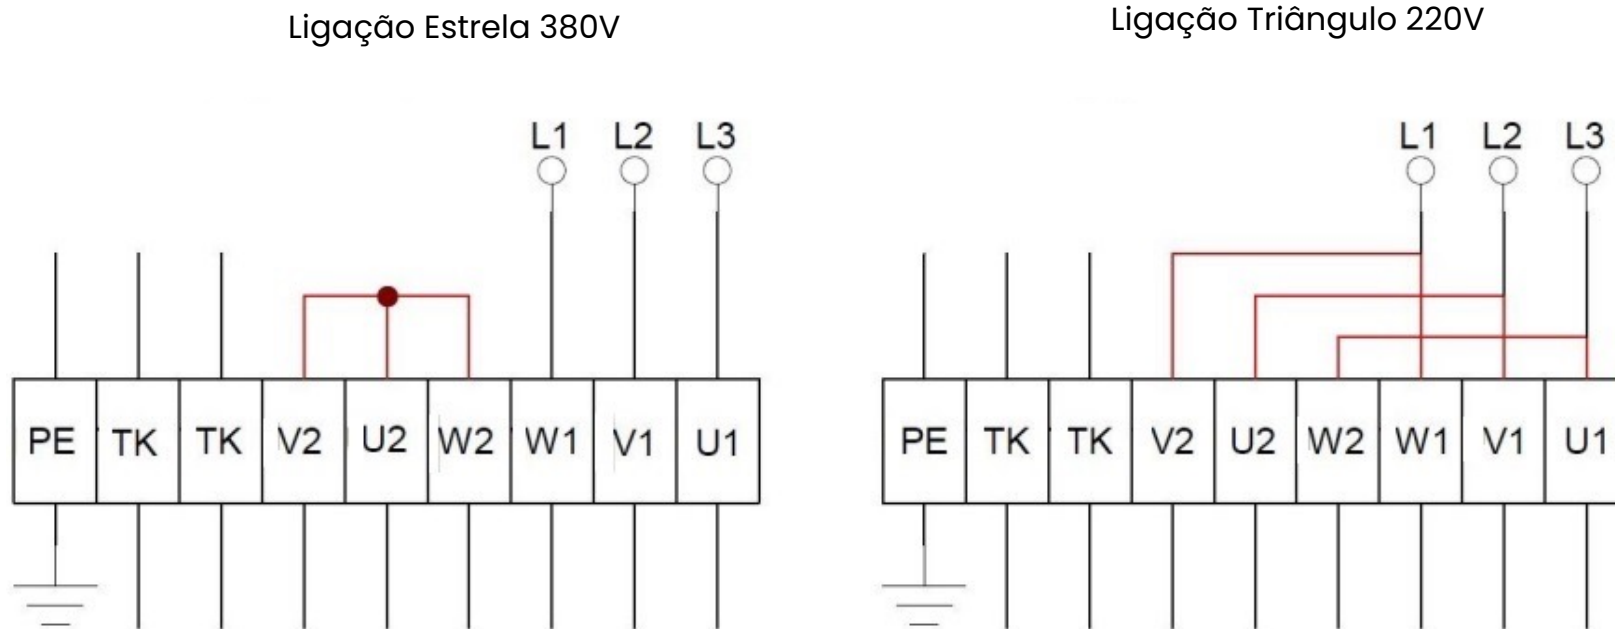

Figura 5 - Ligação triângulo e estrela
- Após abertura da caixa realizar a interligação de acordo com a Figura 5.